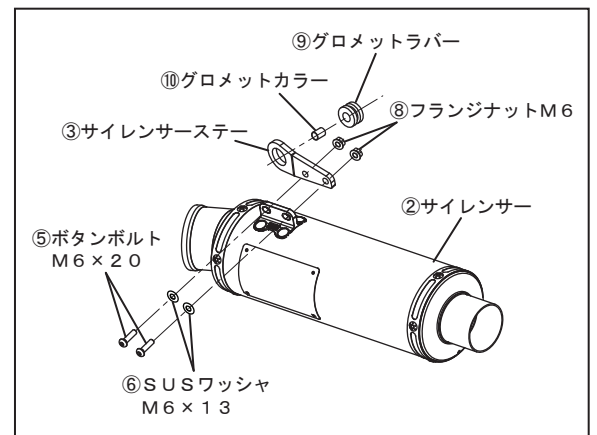

FIG. 2
3. ③サイレンサーステーに⑨グロメットラバー、⑩グロメットカラーを取り付け、②サイレンサーに⑤ボタンボルトM6×20、⑥SUSワッシャM6×13、⑧フランジナットM6を使用して仮締めして下さい。（FIG. 2 参照）